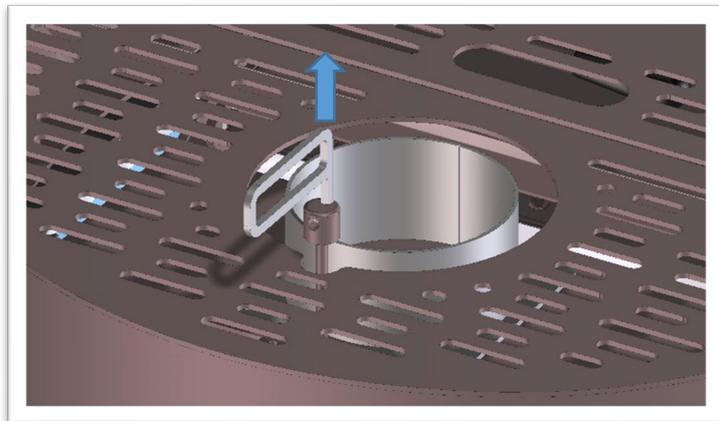

Fig. 21
2. **Heben Sie den Zündhebel mit dem mit dem Ofen gelieferten Zubehör an (Abb. 21)**